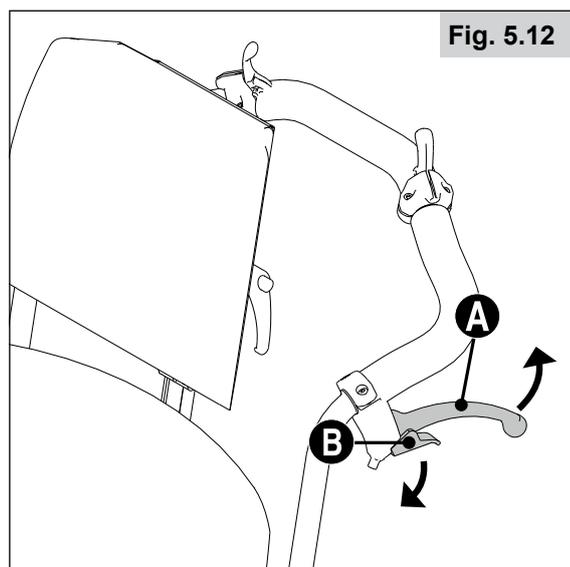

Fig. 5.12
Los frenos de tambor permiten una detención segura y conveniente para el asistente. Pueden instalarse también con la ayuda de una palanca de bloqueo (B) para evitar que la silla empiece a rodar. Este gatillo encaja en su sitio haciendo un ruido rápido y seco. La efectividad de los frenos de tambor no depende de la presión de aire que haya en las cubiertas (Fig. 5.12).